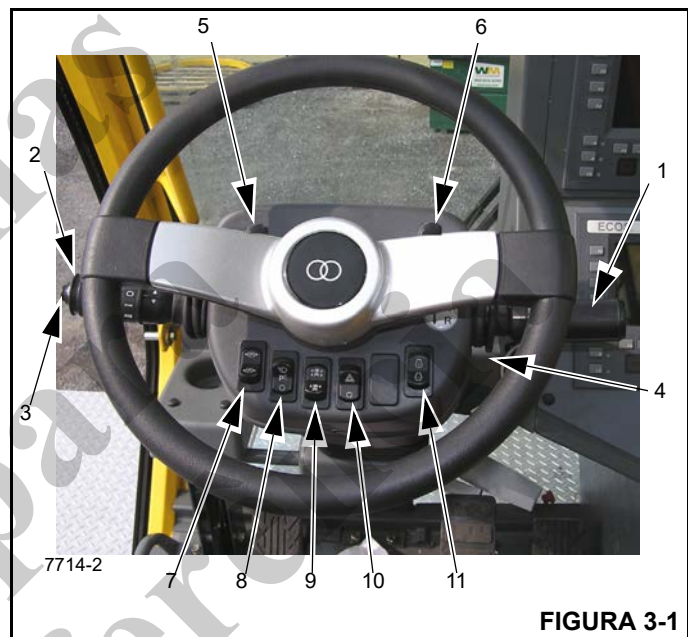

FIGURA 3-1
Consulte Figura 3-1.
A alavanca da sinaleira direcional (2) (Figura 3-1 e 3-2) localiza-se no lado esquerdo da coluna de direção. Empurrar a alavanca para baixo faz com que a luz indicadora esquerda, a sinaleira direcional esquerda dianteira e a esquerda traseira pisquem. Empurrar a alavanca para cima faz com que a luz indicadora da sinaleira direcional direita e a sinaleira direcional dianteira direita e a traseira direita pisquem.